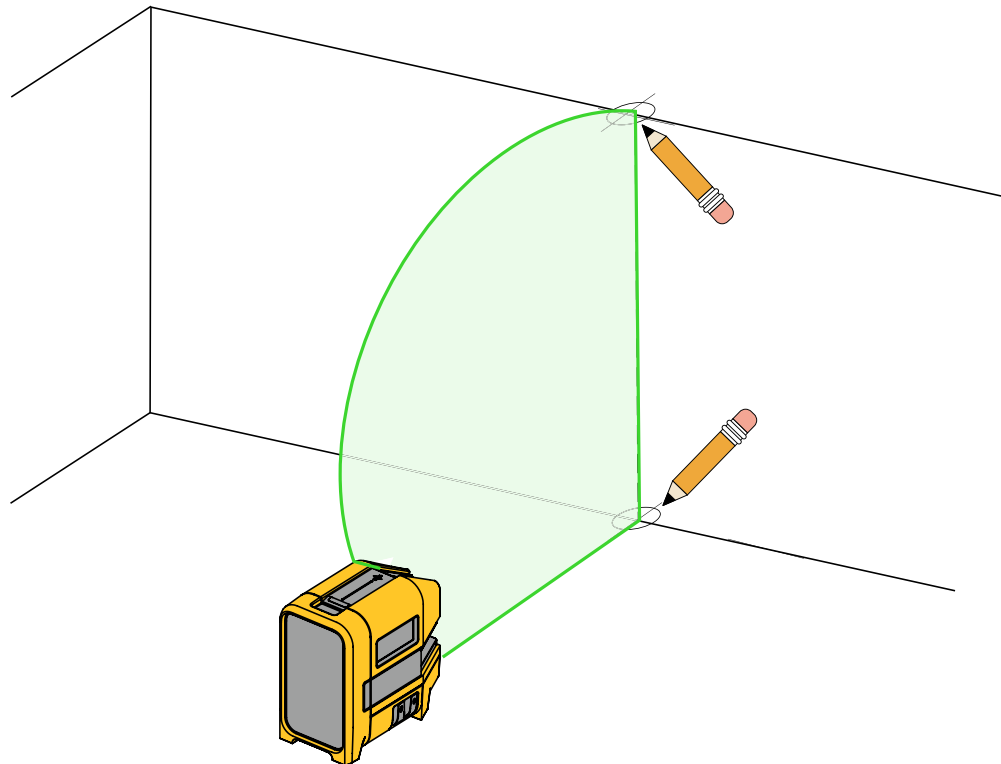

Figura 3. Nueva alineación vertical
2. Encienda el láser vertical y apúntelo al área objetivo. Consulte la Figura 3.